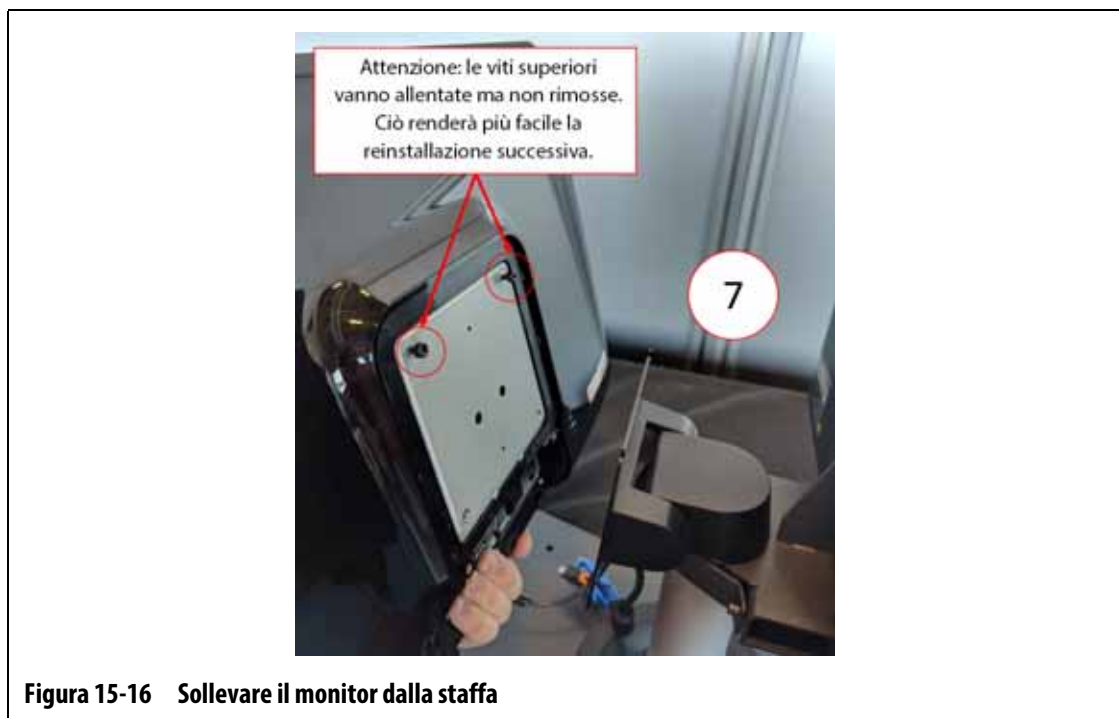

Figura 15-16 Sollevare il monitor dalla staffa
10. Tenere saldamente il monitor a sfioramento e farlo scorrere verso l'alto fino a quando le viti avranno liberato le fessure di montaggio superiori; tirare in avanti per rimuovere il monitor a sfioramento dalla staffa di montaggio. Consultare l'immagine numero 7 nella Figura 15-16.